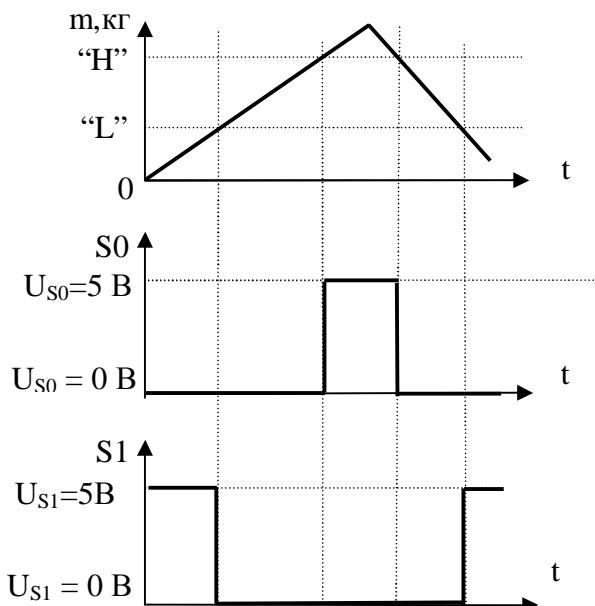
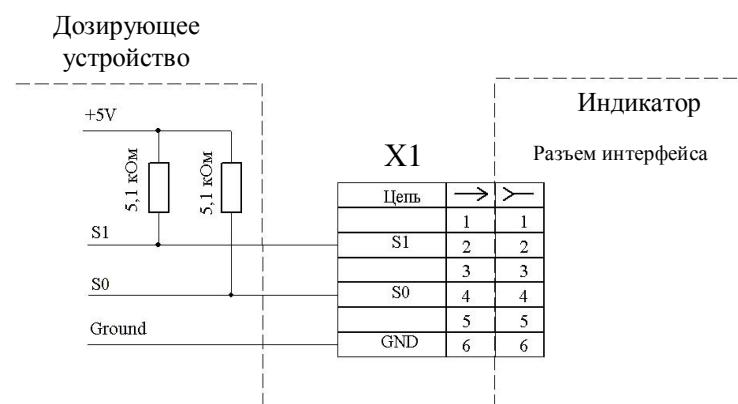

Рис. 5.3 - Зависимость сигналов управления от массы дозируемого товара
Рис. 5.4 - Схема подключения весам к устройству дозирования.
5.4.4.3 Сигналы, формируемые весами в режиме управления дозирующим устройством, приведены на рис. 5.3. Подключение весов к устройству дозирования, производится через разъем интерфейса индикатора. Электрическая схема подключения приведена на рис. 5.4.